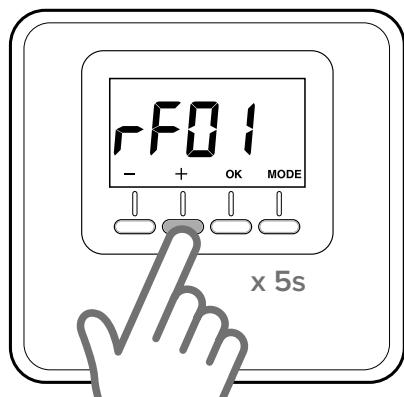

Fig. 18
- Pulsar nuevamente la tecla “+” 5 segundos para acceder a los parámetros técnicos. El display muestra el parámetro “**rFO1**” (Fig. 18)